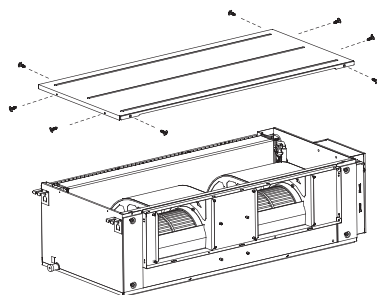

Рис. 29
1. Снимите верхнюю крышку, как показано на рис. 29.